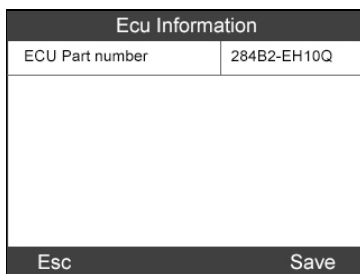

Рисунок 4.42
- 2) После успешного выполнения запроса отобразится каталожный номер ЭБУ. Нажмите **функциональную** кнопку **Save [Сохранить]**, чтобы сохранить полученный номер для последующего воспроизведения и печати. (См. рисунок 4.42)